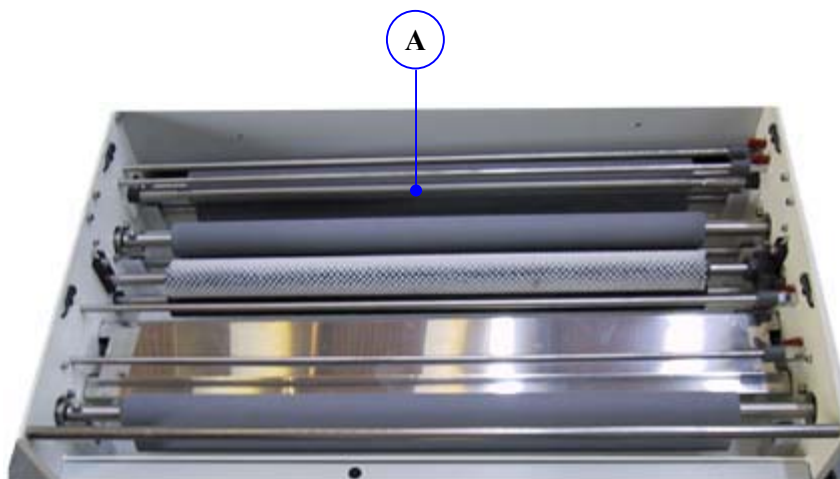

Figura 15.1
- Pulire i rulli di gommatura (Figura 15-1 Pos.A) con una spugna umida.